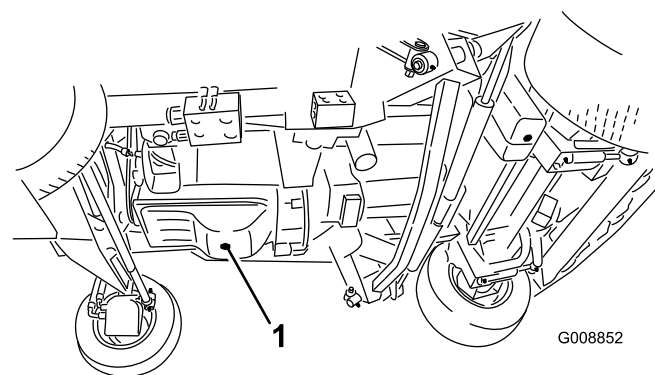

Bild 61
1. Entfernen Sie die Ablassschraube (Bild 61) und lassen Sie das Öl in die Auffangwanne ab. Schrauben Sie die Ablassschraube wieder ein, nachdem das Öl abgelaufen ist.